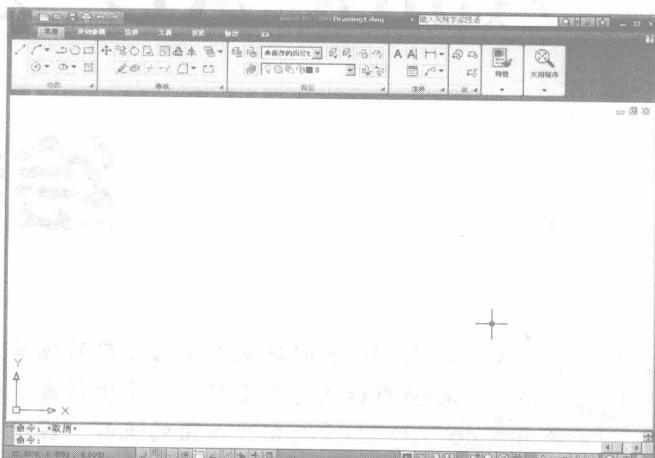

图 1-2 默认页面
- ① 在绘制图纸之前，首先需要对绘图环境进行设置，打开 AutoCAD 2009，在绘图页面会显示默认的页面，如图 1-2 所示，该页面未进行参数设置。